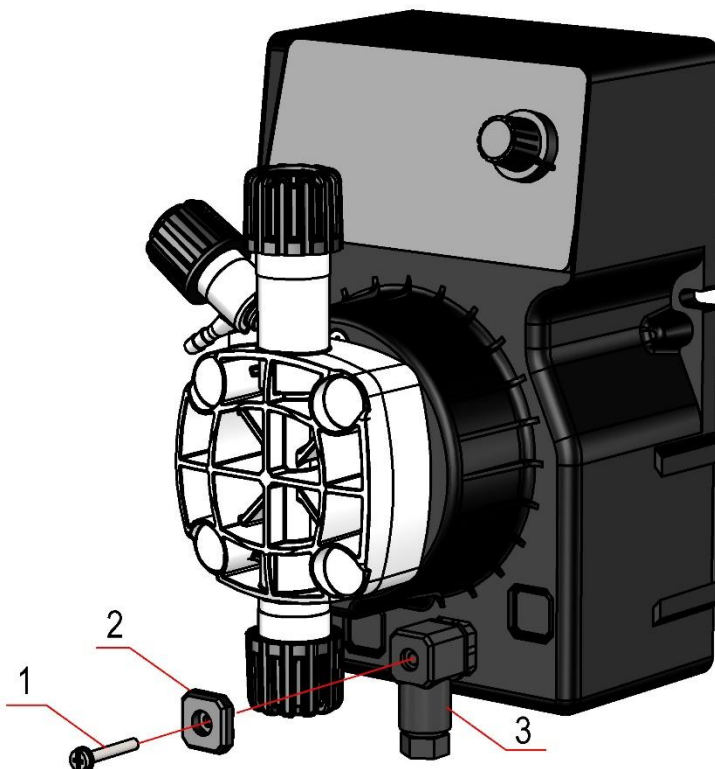
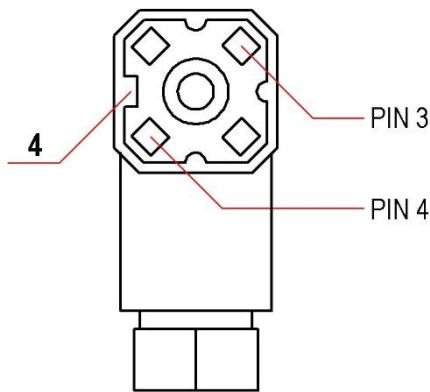

Abb. 9 - Anschluss der Füllstandsonde
Abb. 10 - Korrekte Positionierung des Verbinders für Füllstandssonde.
In der Dosierpumpe befindet sich ein Stecker für den Anschluss eines Füllstandsensors (auf Anfrage erhältlich). Um dieses Zubehör anzuschließen, einen Philips-Kreuzschlitzschraubendreher an der Schraube (1) verwenden und dann je nach Ausführung die Kappe (2) oder den Stecker (3) entfernen, indem er in Richtung der roten Linie gewogen wird und so vom Stecker an der Dosierpumpe abgekoppelt wird (Abb. 9). Der Einsatz des Verbinders (3) muss aus seinem Gehäuse entfernt und so gedreht werden, dass sein Schlüssel (4) wie gezeigt (Abb. 10) für die korrekte Kopplung mit dem entsprechenden, am Gehäuse montierten Steckverbinder positioniert ist. Um den Einsatz des Verbinders (3) zu entfernen, die Schraube (1) herausziehen und mit Hilfe eines Schlitzschraubendrehers auf die beiden Passfedern am Sitz drücken, wo sich die Schraube (1) befand, und das Teil entfernen. Die beiden Drähte der Füllstandsonde an PIN 3 und PIN 4 anschließen, ohne sie zu unterscheiden, und dann den Steckverbinder (3) wieder zusammenbauen. Den Steckverbinder (3) auf den entsprechenden Stecker am Gehäuse einstecken und die Schraube (1) festziehen.